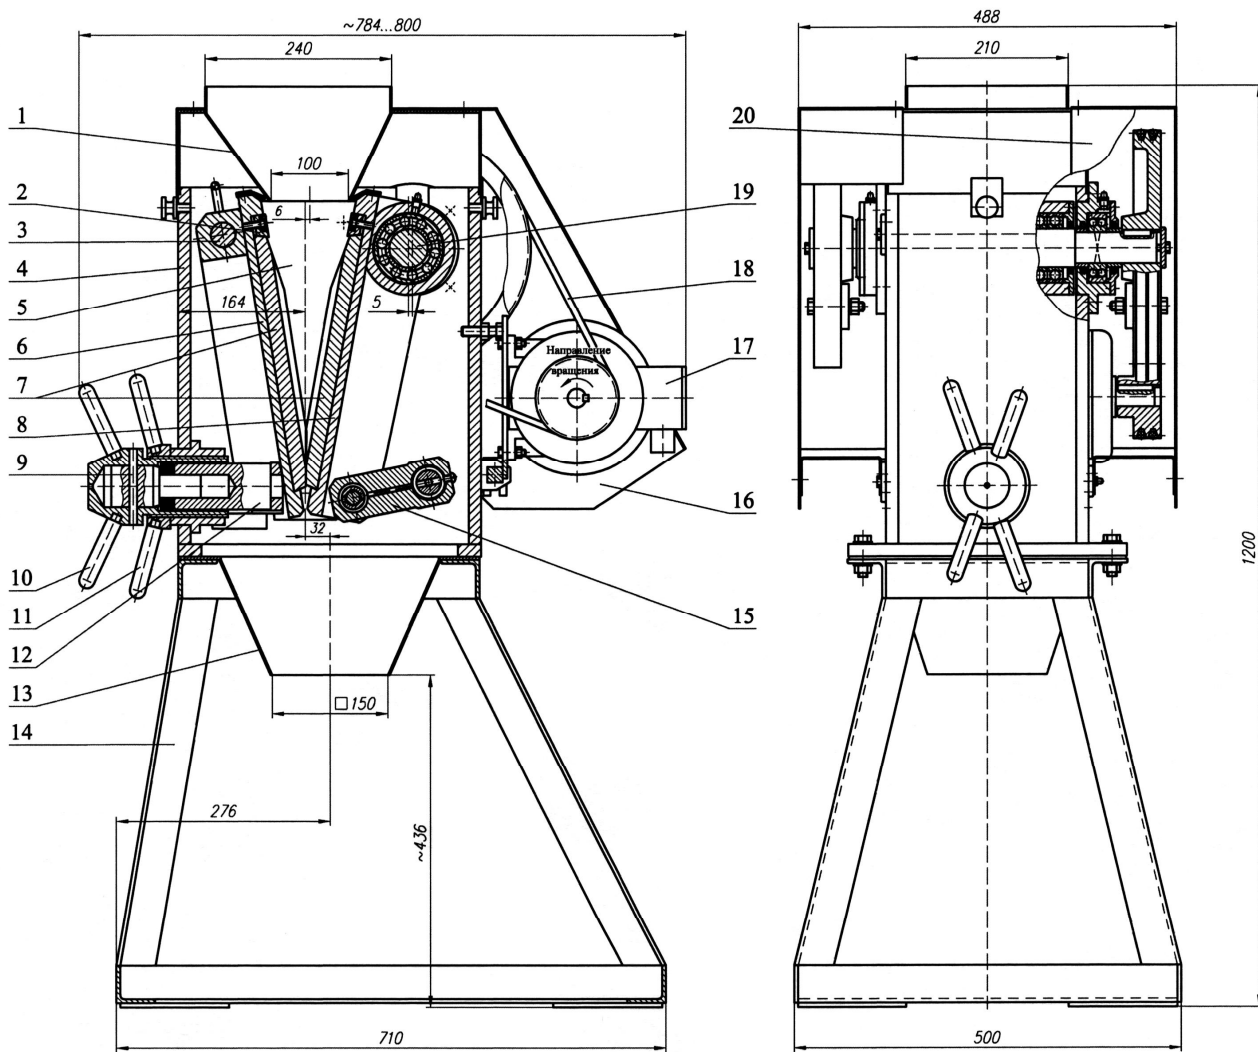

Рис. 1. Дробилка щековая ДШ 100x200
- Броня (поз. 7 на рис. 1).
- Футеровка (поз. 5 на рис. 1).